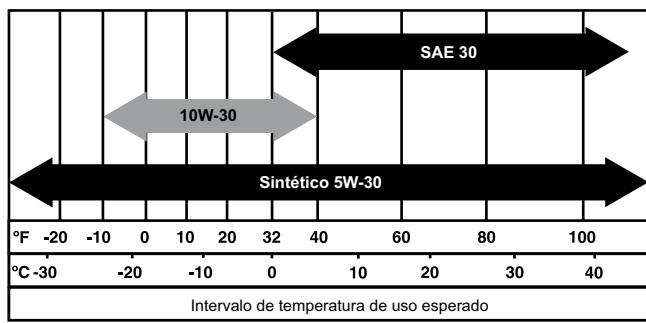

Figura 4-1. Aceite recomendado en base a la temperatura
7. Llene el motor con el aceite recomendado apropiado. Para el aceite recomendado, vea la Figura 4-1.